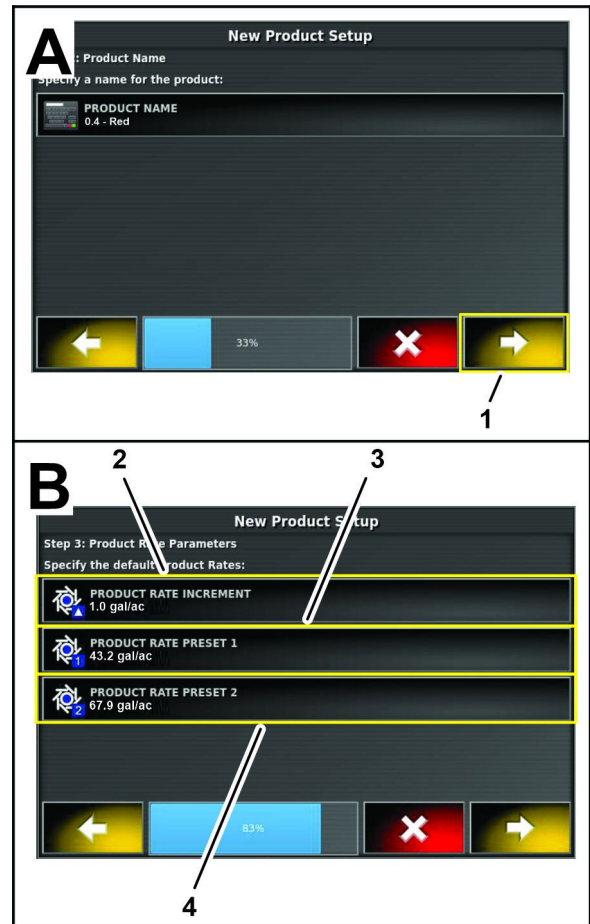

Bild 119
8. Tippen Sie in Schritt 2 des Dialogfensters Neues Produkt einrichten auf das WEITER-Symbol (Bild 119).
9. Tippen Sie in Schritt 3 des Dialogfensters Neue Produkteinrichtung auf das Symbol PRODUKT DOSIERUNG ERHÖHEN (Bild 119).